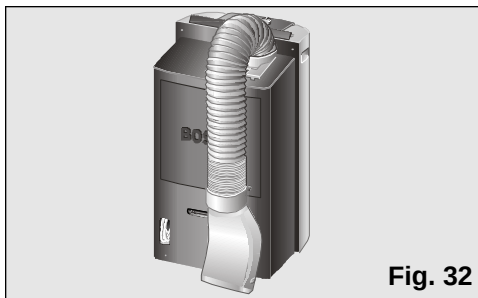

Fig. 32
- ☐ Hiervoor buigt u de buis naar de achterkant van het apparaat en maakt deze vast aan de diffusie haak, **Fig. 32 en 32**.